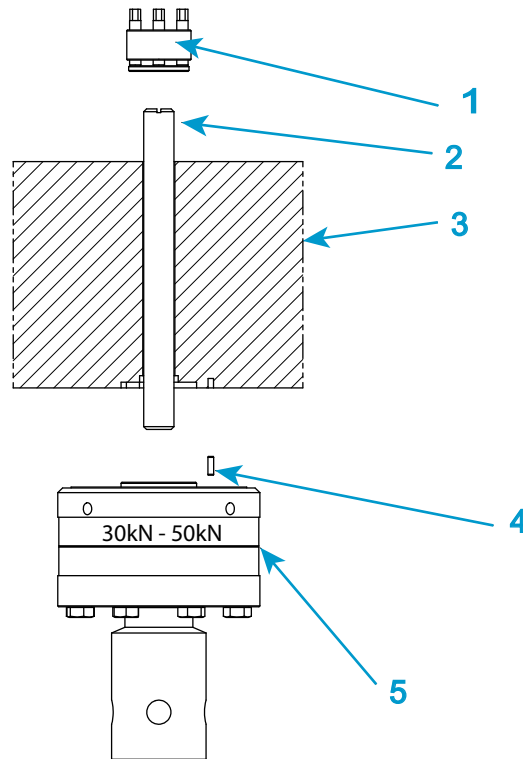

Abbildung 19. Kraftaufnehmer der Serie 2530 installieren – Nennkräfte 30 kN und 50 kN
Legende für Abbildung 19
1. Siehe Abbildung 19 auf Seite 83 und die entsprechende Legende.